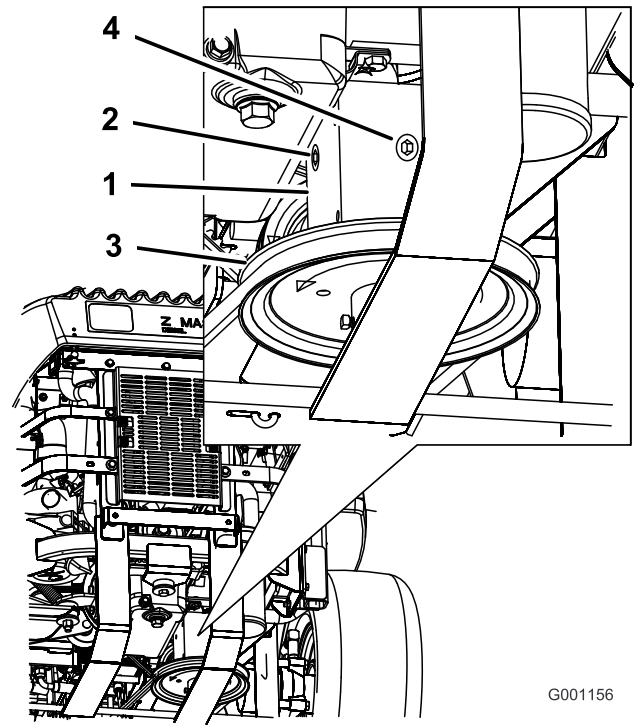

Bild 80
3. Nehmen Sie die Prüfschraube an der Seite oder hinten am Getriebe ab (Bild 80).